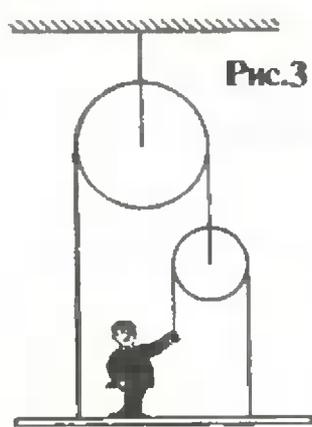

Рис.3
7. С какой силой человек должен тянуть веревку, чтобы удержать платформу, на которой он стоит (см. рис. 3), если его масса 60 кг, а масса платформы 30 кг? С какой силой давит человек на платформу? Какую максимальную массу должна иметь платформа, чтобы человек еще мог ее удержать? Веревки считать невесомыми и нерастяжимыми. Массой блоков и трением в них пренебречь.